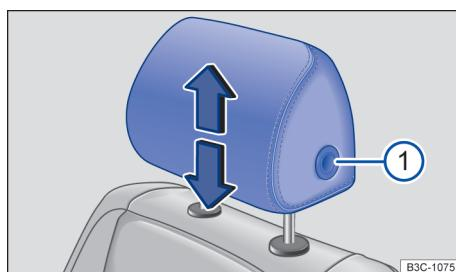
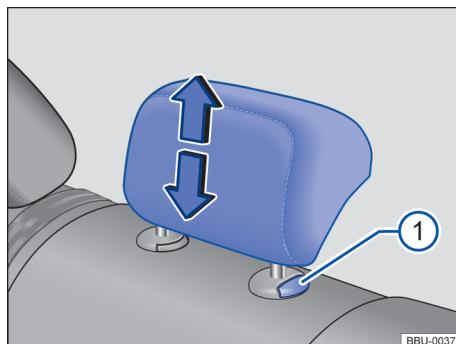

图 60 调整前部头枕。
图 61 调整后部头枕。
- 沿箭头方向上推或向下压头枕，必要时按住按钮 → 图 60 ① 或 → 图 61 ① → ⚠ 在主题引言中，见第 59 页。